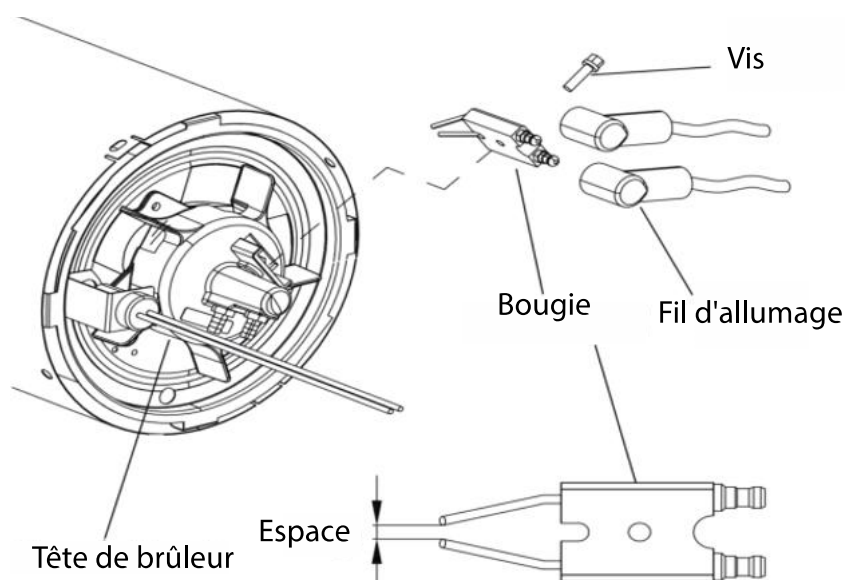

Figure 11. Remplacement de bougie
- 4) Pour le remontage, pousser la tête de vidange dans l'orifice de vidange et sécuriser en poussant le capuchon dans le trou de tête (voir Figure 11).